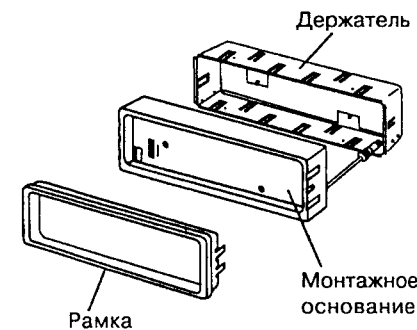

Рис. 8.
- Снимите с монтажного основания рамку и держатель. (Рис.8)